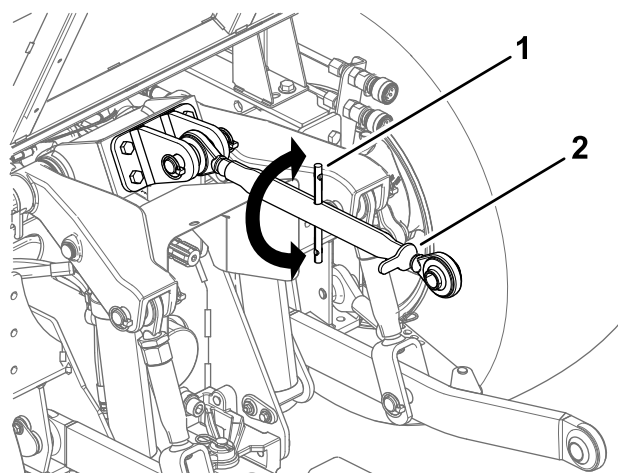

Рисунок 22
1. Ослабьте контргайку на верхней тяге (**Рисунок 22**).
3. Затяните контргайку (**Рисунок 22**).